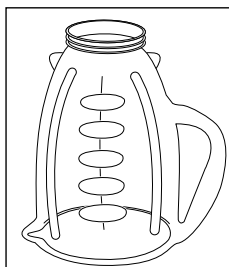

FIGURE 1
1. Renverser le récipient la petite ouverture vers le haut (Figure 1).